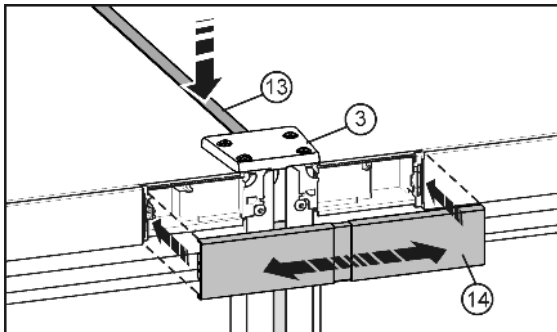

Fig. 10
- ▶ A felső oldalon nyomja be a rövid léccet Fig. 10 (13) a nyílásba. A léccel az összekötő lappal Fig. 10 (3) zárja le az első élén.
- ▶ A fedelet Fig. 10 (14) pattintsa fel a két kezelőréz-nyílás még nyitott hézagába. Ügyeljen arra, hogy a fedél külső oldalai pontosan lezárják a kezelőréz-nyílását. E célból a fedelet ki lehet húzni.